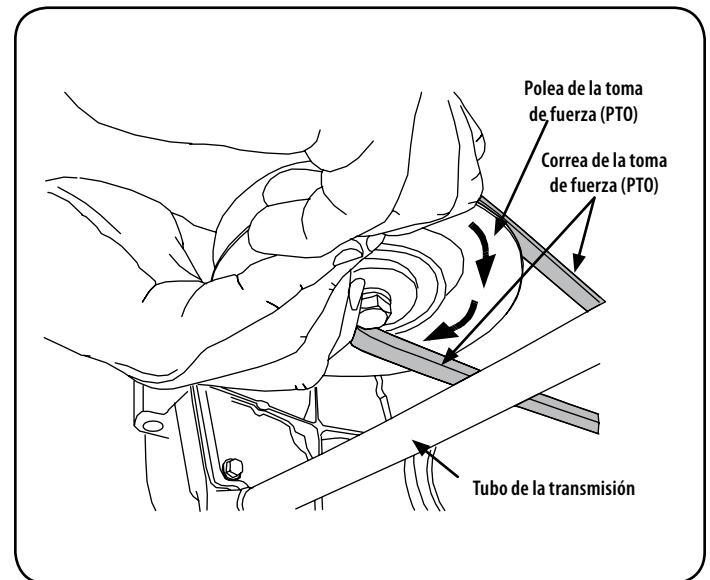

Figura 17
- d. Mientras sostiene la correa hacia abajo, siga girando la polea del PTO hasta que la correa se deslice fuera de la polea. Consulte la Figura 17.
11. Tire del lado derecho de la correa hacia atrás y colocar el lado estrecho V de la correa en la polea del PTO. Ver Figura 17.
12. Mientras sostiene la correa y la polea juntas, rote la polea hacia la izquierda (Ver Figura 17). Continúe oprimiendo y girando la polea y la correa hasta que la correa esté totalmente enrollada en la polea del PTO.